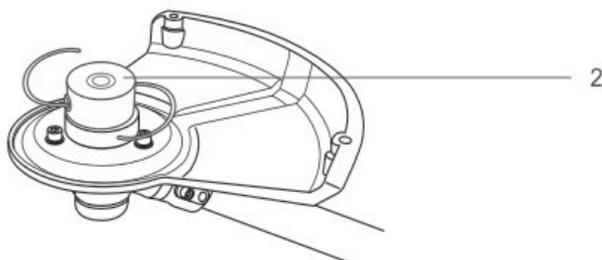

Fig. 23
2. Utiliser le tournevis pour retirer l'écrou et l'entretoise (Fig. 23).